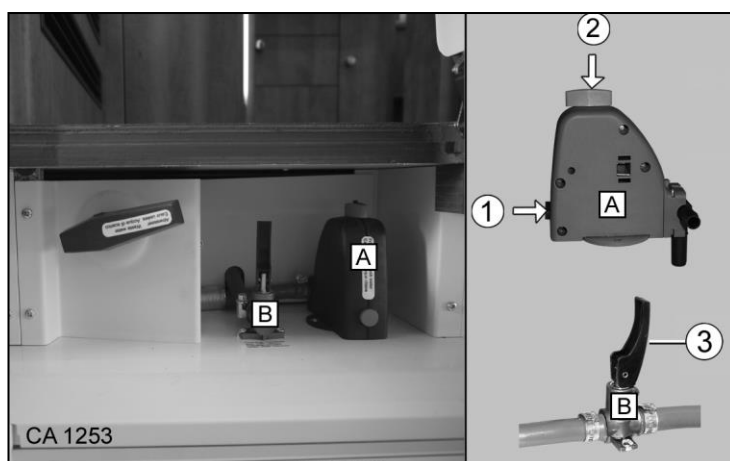

Fig. 142 Robinet de vidange (A) Chauffe-eau/robinet de vidange (B) Circuit hydraulique
- Placer le culbuteur (Fig. 142/3) du robinet de vidange (Fig. 142/B) uniquement horizontalement ou verticalement. Ne pas le tordre ! Le fait de tordre le culbuteur risque d'endommager le robinet de vidange et va le rendre non étanche. En cas de non-respect, la garantie Carthago prend fin.
2. Ouvrir le robinet de vidange (Fig. 142/A). Pour ce faire, tourner le verrou tournant (Fig. 142/2) dans le sens anti-horaire.
3. Ouvrir les robinets de vidange (Fig. 142/B). Pour cela, placer les culbuteurs (Fig. 142/3) verticalement.
- Pour l'équipement spécial Chauffage Alde, deux robinets de vidange (Fig. 142/B) sont installés au lieu des robinets de vidange (Fig. 142/A et B). Sur les deux robinets de vidange (Fig. 142/B), placer le culbuteur (Fig. 142/3) verticalement.